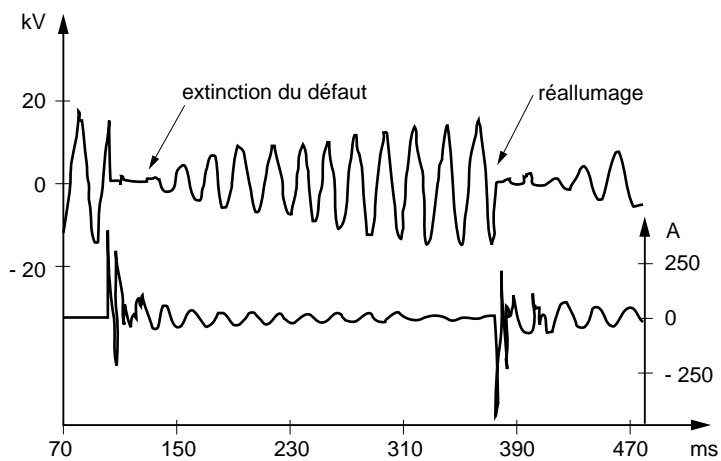

fig. 20 : réseau à neutre compensé : détection des défauts à la terre.
□ réseaux à neutre compensé (cf. fig. 20) :
Sur ce type de réseau, les défauts d'isolement présentent souvent un caractère récurrent : l'arc de défaut s'éteint après quelques millisecondes et se rallume après quelques périodes, comme le montre la partie b de la figure 20. Les protections doivent être spécialement étudiées pour fonctionner en présence de tels défauts